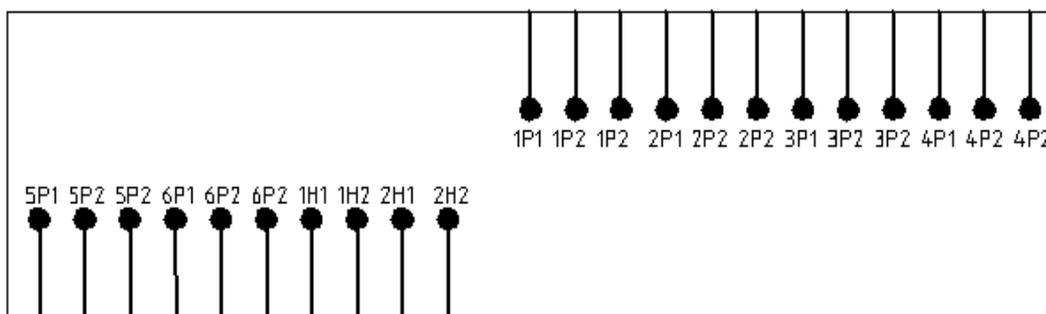
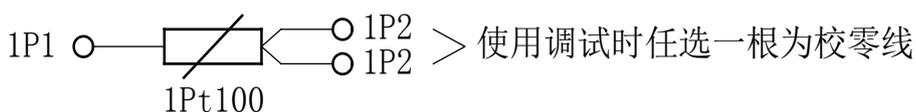

图 5 出线盒内附件接线图
图 6 PT100 接线图
3.6.2.1 轴承与绕组测温元件为 PT100 铂热电阻, 采用三线制, 分别引入出线盒内, 如图 5 所示。测温元件引出线标记为 P, P 之前数字相同者为同一元件, 其中主极 2 只, 用 1P、2P 表示; 向极 2 只, 用 3P、4P 表示; 前后轴承各 1 只, 用 5P、6P 表示。例如: 1P1, 1P2, 1P2……6P1, 6P2, 6P2。对于绕组测温元件, 当电机按 B 级考核时, 建议绕组报警温度为 120°C , 当电机按 F 级考核时, 建议绕组报警温度为 140°C 。轴承测温元件报警温度建议滚动轴承设置为 85°C , 滑动轴承设置为 70°C 。接线图如图 6 所示: